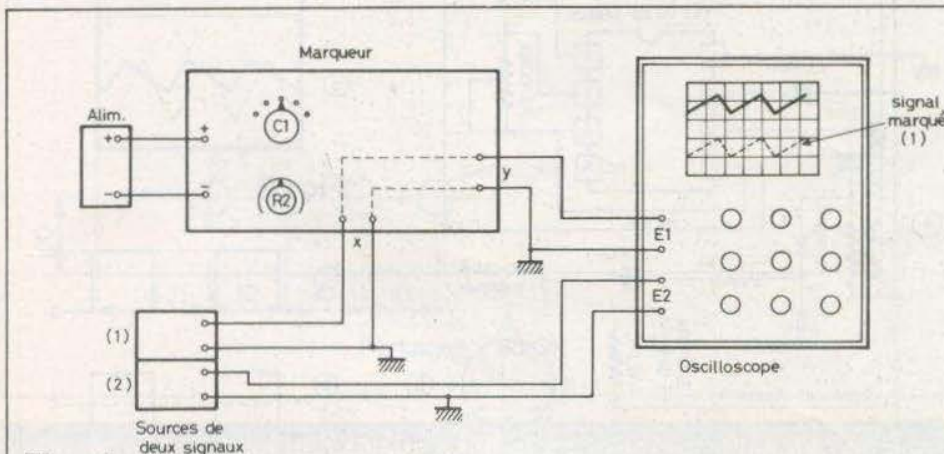

Fig. 4
L'ensemble marqueur-oscilloscope fonctionne lorsque les appareils sont connectés comme indiqué à la **figure 4**. On a désigné par (1) le signal à marquer. Il sera appliqué en X et le signal y sera appliqué à l'entrée  $E_1$  de l'oscilloscope.